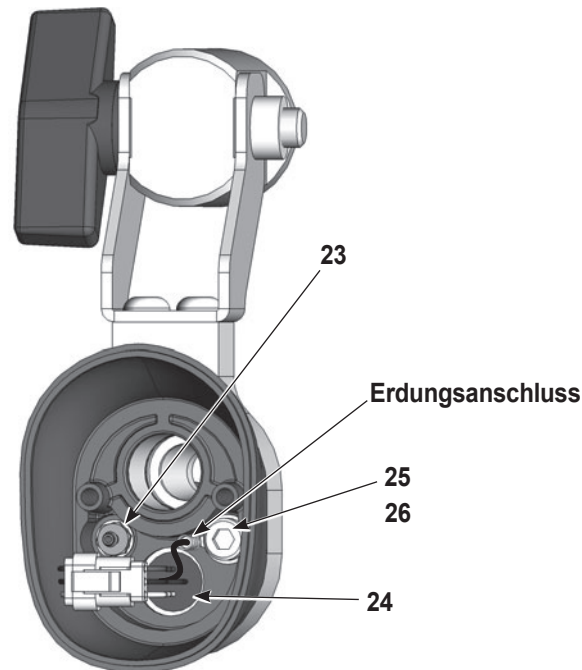

Abbildung 17 Zerlegung des Applikators – Austausch von Kabelbuchse und Schlauchsteckanschluss
5. Einen kleinen Schlitzschraubendreher in den Schlitz an den Kabelbaumsteckern stecken und den Buchsenkabelstrang (24) vom Netzteilkabelstrang trennen.
6. Siehe Abbildung 17. Den transparenten Spülluftschlauch vom Schlauchsteckanschluss (23) im hinteren Gehäuse abnehmen.
- a. Siehe Abbildung 17. Mit einem 4-mm-Innensechskantschlüssel die Innensechskantschraube (25) und den Sicherungsring (26) entfernen und den Erdungsanschluss trennen.
- g. Siehe Abbildung 17. Den Erdungsanschluss mit der Innensechskantschraube und Unterlegscheibe (25, 26) an der Abschlusskappe befestigen.
16. Siehe Abbildung 17. Den Spülluftschlauch an den Schlauchsteckanschluss und den Netzteilkabelstrang an den Buchsenkabelstrang anschließen.